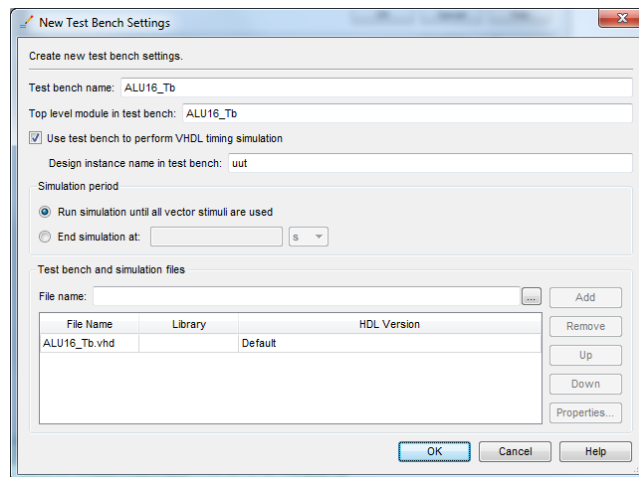

Figura 13 – Aspeto da janela “New Test Bench Settings” após configuração das opções.
- Na janela seguinte clique no botão “*New...*” e preencha todos os campos conforme ilustrado na Figura 13 (não se esquecendo de adicionar o ficheiro “*ALU16\_Tb.vhd*” à lista de “*Test bench and simulation files*”).